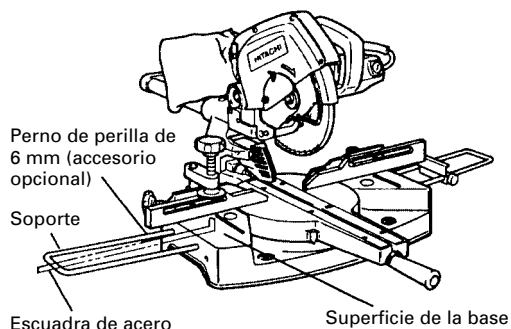

Fig. 12
- (1) Como se indica en la Fig. 12, utilice una escuadra de acero para alinear el borde superior de los soportes con la superficie de la base.
- (2) Después de la alineación, asegure los soportes con pernos de perilla de 6 mm (accesorios opcionales).